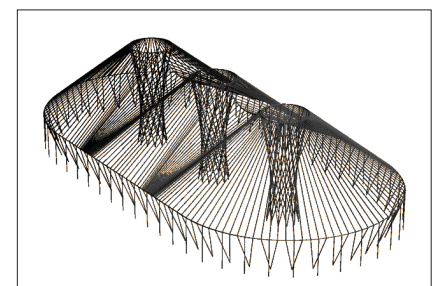

Abb. 10-69: Transparentes Bild vor weißem Hintergrund
Ziel: Grafik invertieren und vor neutralen Hintergrund setzen (Abb. 10-69)
- Speichern: als TIF-Datei ohne Transparenz (Abb. 10-69) oder als GIF oder PNG (Transparenz möglich).